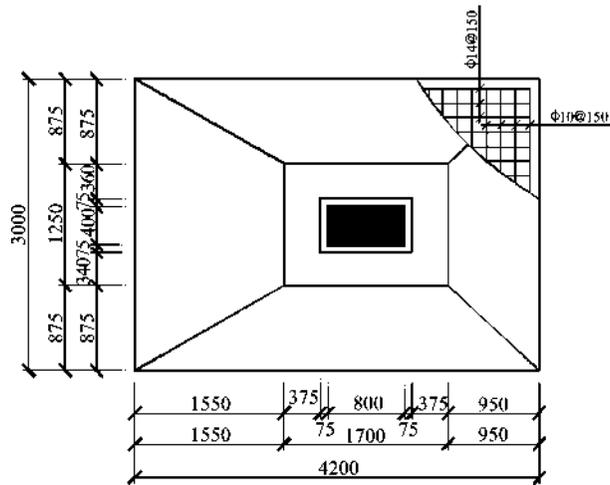

图 1-145 习题 14
14. 按图 1-145 规定尺寸精确绘图, 要求图形层次清晰, 图层设置合理。图形轮廓线应有一定的宽度, 宽度自行设置。